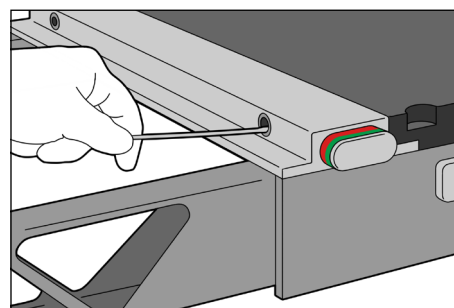

Fig. 3
3. Utilizați un tampon de vată pentru a curăța interiorul orificiilor. (Fig. 3)
5. Utilizați un tampon de vată pentru a curăța scamele și reziduurile. (Fig. 3)